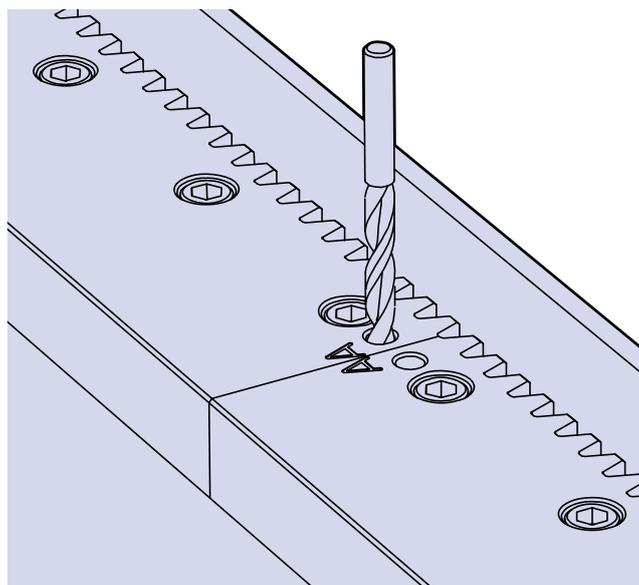

Abb. 7
22. Sind die Schienen und der Laufwagen korrekt zueinander ausgerichtet, können die Schienen mit Passtift ($\varnothing 10$ mm) verstiftet und damit fixiert werden. Wie in Abb. 7 gezeigt, am Ende jeder Schiene diese mit der Unterkonstruktion verbohren und verstiften.